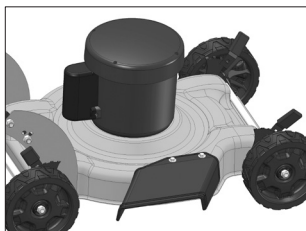
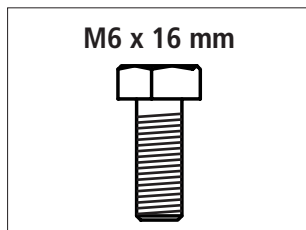
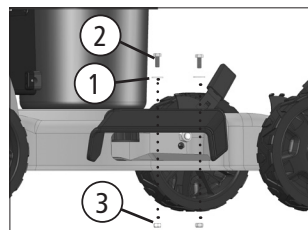

Fig. 15
Fig. 16
Fig. 17
Para montar o defletor, posicione-o sobre o chassi como indicado na figura [Fig. 15], localize os dois parafusos M6 x 16 mm [Fig. 16] - em tamanho real, insira as arruelas lisas (1) nos parafusos (2) e insira o conjunto na furação do defletor. Para concluir a montagem e fixar o conjunto, utilize as porcas autotravantes (3) que acompanham o produto [Fig. 17].